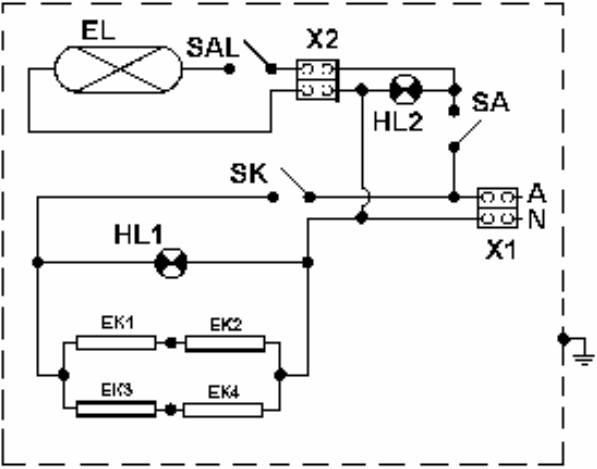

Рис.4
8.5 Схема электрическая принципиальная приведена на рис.4.
7.1 Поворотом рукоятки датчика-реле температуры SK (см. рис.4) по часовой стрелке, установить требуемую температуру на рабочей поверхности столешницы ($35...85^{\circ}\text{C}$). При этом, на нагревательные элементы EK1...EK4 подаётся напряжение и загорается сигнальная лампа HL1 («работа»).